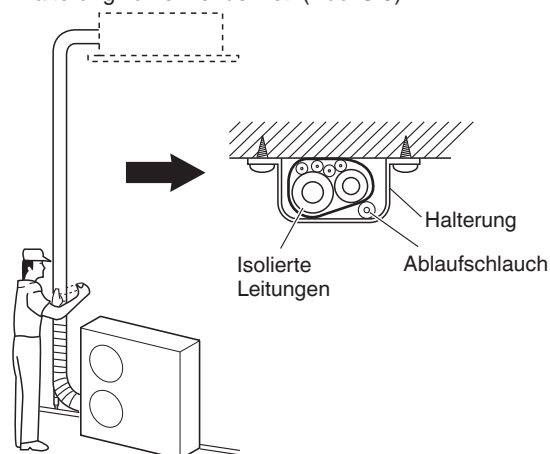

Abb. 5-9
- Die gebündelten Leitungen an der Wand befestigen, wobei im Abstand von ungefähr einem Meter jeweils eine Halterung zu verwenden ist. (Abb. 5-9)